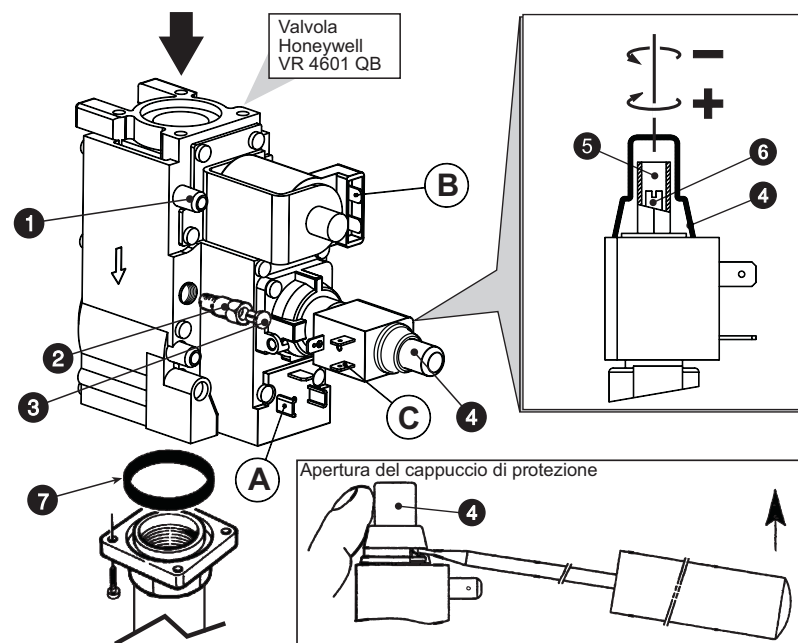

fig. 8 -
Operațiile de reglare a presiunii se efectuează cu centrala în funcțiune, acționând regulatorul de presiune prezent pe valvele de gaz cu 2 trepte (consultați fig. 8).
3. Scoateți căpăcelul de protecție al regulatorului de presiune 4 din fig. 8.
1. Rotiți încet în sens orar butonul termostatului de reglare până auziți primul clic; valva de gaz va fi astfel alimentată numai pe racordurile A și B (a se vedea fig. 8).
2. Acționând șurubul 6 din fig. 8, controlați ca presiunea să corespundă cu valorile din tabelul cu datele tehnice din paragraful 4.3.
1. Rotiți butonul termostatului de reglare pe valoarea maximă; valva de gaz va fi acum alimentată pe racordurile A, B și C (a se vedea fig. 8).
2. Acționând șurubul 5 din fig. 8, controlați ca presiunea să corespundă cu valorile din tabelul cu datele tehnice din paragraful 4.3.
2. Scoateți căpăcelul 3 de pe valva de gaz (fig. 8), înșurubați pe valvă regulatorul "STEP" de aprindere 2 din kitul de transformare și puneți la loc căpăcelul 3 pe regulator.
Efectuați aceleași operații indicate anterior, având grijă să scoateți regulatorul "STEP" de aprindere 2 al valvei de gaz din fig. 8; căpăcelul 3 din fig. 8 trebuie să fie montat direct pe valvă.